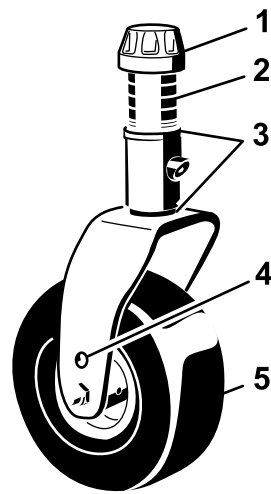

図 96
- キャストスピンドルシャフトからテンショニングキャップを外し、キャストアームからキャストシャフトを抜き出す (図 96)。必要に応じてシムの位置を変更してキャストオイルの高さを覚えてカッティングユニットを正しいピッチに調整する。